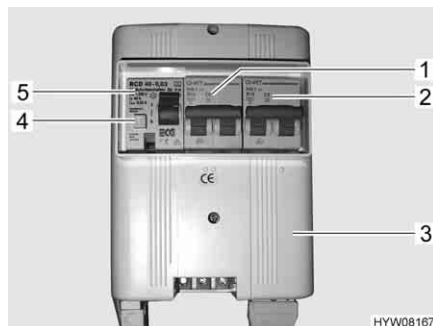

Fig. 114 Scatola dei fusibili a 230 V con interruttore di sicurezza e interruttore automatico FI
Un interruttore di sicurezza per correnti di guasto (interruttore automatico FI) (Fig. 114,5) nella scatola dei fusibili (Fig. 114,3) protegge l'intero veicolo da correnti di guasto (0,03 A).
L'interruttore di sicurezza collegato in serie (10 A) (Fig. 114,1) protegge le prese da 230 V, la centralina elettrica, il caricabatteria supplementare e il frigorifero.
Per veicoli con accessori opzionali, p. es. il riscaldamento ad aria calda con riscaldatore elettrico a immersione o l'impianto di climatizzazione a tetto, un ulteriore interruttore di sicurezza (16 A) (Fig. 114,2) protegge l'apparecchio.
- Se il veicolo è collegato all'alimentazione a 230 V, premere il tasto di controllo (Fig. 114,4). L'interruttore di sicurezza per correnti di guasto (FI) deve scattare.